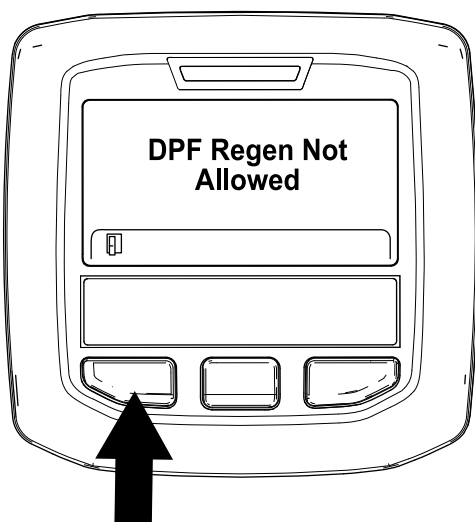

Figura 53
- Si el ordenador del motor no permite el proceso de regeneración, aparece el mensaje "DPF Regen Not Allowed" (Regeneración de DPF no permitida) en el InfoCenter (Figura 53). Pulse el botón de la izquierda para salir a la pantalla de inicio.